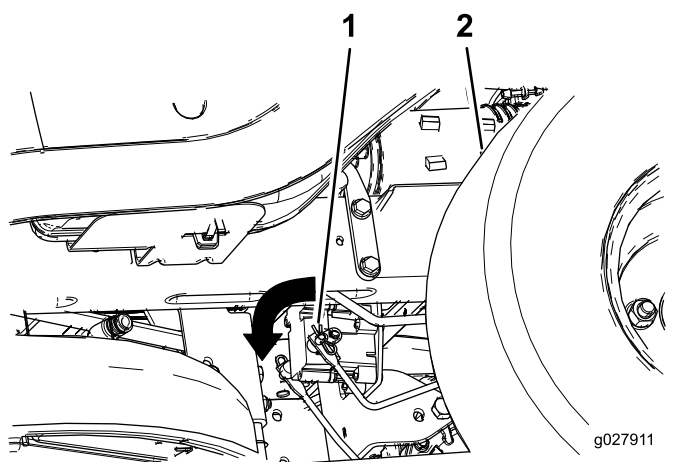

Figura 53
3. Individuate l'albero sul freno elettrico in cui sono collegati i bracci di attacco del freno (Figura 53).